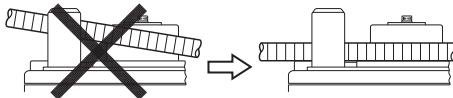

Fig. 46
- Coloque la varilla rebar sobre la placa central, de manera que quede horizontal con respecto a la superficie de la mesa giratoria. No coloque el lado que se va a doblar hacia arriba, pues la varilla rebar se podría desprender y salir despedida con fuerza del rodillo de dobladura (Fig. 46)